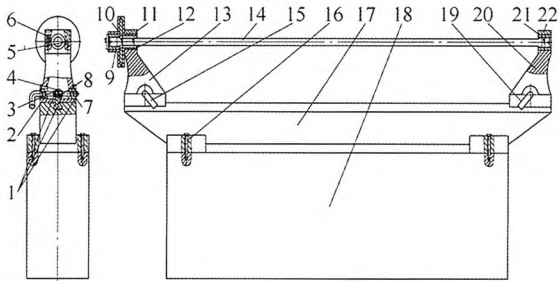

图3 检测设备结构
扭杆弹簧缺齿角度检测设备，包括游标盘、左上盖、主尺盘、左支座、扭杆弹簧、左手柄、螺栓、工作台、底座、右手柄、右支座、右花键内套、右上盖、螺钉、圆锥销、锁紧块、偏心套、轴套、轴用弹性挡圈、轴套、平键及左花键内套，其结构如图3所示。
(3) 扭杆弹簧的右端按缺齿位置从主尺盘的内孔中穿入，直到右端齿部完全插入右花键内套中，如图3所示状态。
(4) 检验人员手持游标盘按缺齿位置将游标盘内的左花键内套装在扭杆弹簧的左端，使游标盘和主尺盘完全贴合，检查主尺盘外圆面上的 0° 刻度线和右花键内套上缺齿径向中心线所在的面是否完全重合，如不重合则左右用力微调主尺盘使之重合，顺时针转动游标盘，根据游标盘外圆面上距离 0° 刻度线的第 n 条刻度线与主尺盘外圆面上刻度线重合， $n \times 2'$ 即为缺齿在该方向的角度差，用同样方法可读出逆时针方向角度差。